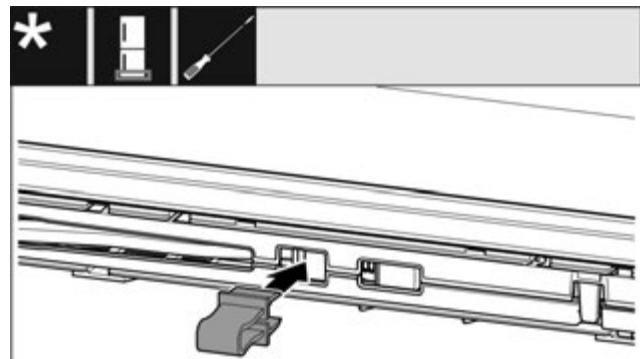

Fig. 14
- Зафіксуйте запобіжник в отворі Fig. 14 () .